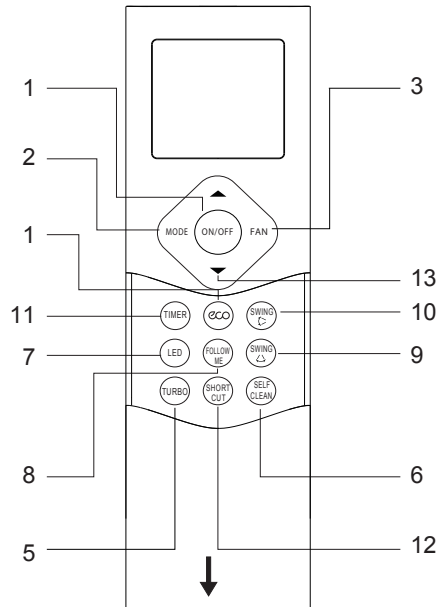

fig. 1 -
O controlo remoto ("fig. 1 -") é composto por uma série de botões e um ecrã que apresenta todas as funções ativas e os vários parâmetros necessários ao utilizador e ao técnico de instalação, para uma utilização correta da própria unidade.
- 6. Funcionamento SWING** (não apresentado no ecrã do controlo remoto, o visor da unidade interior mostra "ON" durante 3 segundos quando a função está activada, "OF" durante 3 segundos quando a função está desactivada). Pressionar o botão "SWING" ativa o movimento automático da aba. Mantenha pressionado o botão "SWING" (part. 9 "fig. 1 -") para ativar o movimento automático da aba. Pressione uma vez o botão "SWING" (part. 9 "fig. 1 -") para ajustar a posição da aba em 6°.
- 8. Bloqueio de chave.** Pressionar os botões "TURBO" (part. 5 "fig. 1 -") e "SELF CLEAN" (part. 6 "fig. 1 -") simultaneamente por um segundo ativa / desativa o bloqueio do teclado do controle remoto.
- 9. Função de atalho.** Memoriza as configurações atuais e permite recuperá-las rapidamente. Pressione o botão "SHORTCUT" (part. 12 "fig. 1 -") por 2 segundos para salvar as configurações atuais. Pressione o botão "SHORTCUT" (part. 12 "fig. 1 -") para recuperar as configurações salvas